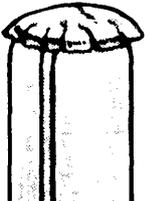

Fig. 6
- 2) NO UTILICE UN CINCEL CON LA CABEZA APLASTADA O CON REBABAS; PUEDE HERIRSE A SÍ MISMO O A SU COMPAÑERO (FIG. 6).